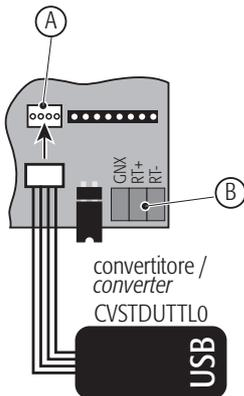

Fig. 2.8
Die Betriebsparameter des EVD⁴ einschließlich Netzwerkadresse befinden sich im EEPROM-Speicher; zur Änderung der Werte muss über die Software EVD4-UI auf den seriellen Nebenanschluss zugegriffen werden: den Wandler (CVSTDUTTLO oder CVSTD0TTLO) mit dem seriellen Nebenanschluss (Abb. 2.8) und einem PC mit USB- oder seriellem RS232-Anschluss verbinden, die Verknüpfung "EVD4_UI Address" gemäß "ANHANG I – Installation und Verwendung von EVD4-UI" starten und den Parameter "Net address" einstellen; im Feld rechts oben auf der Benutzeroberfläche zeigt das Item "Network address" nach Drücken der Taste "READ" den neuen Wert der Adresse an. Wurde der Parameter "Net address" nicht benutzerseitig geändert, hat er die folgenden Default-Werte:
- 2) Den weißen, 4-poligen Stecker ausfindig machen und das Kabel des Wandlers einfügen (Abb. 2.8); das USB-Kabel an den PC anschließen; wird der EVD⁴-Regler nicht über die 24 Vac-Spannung versorgt, erhält er Spannung vom seriellen Wandler.